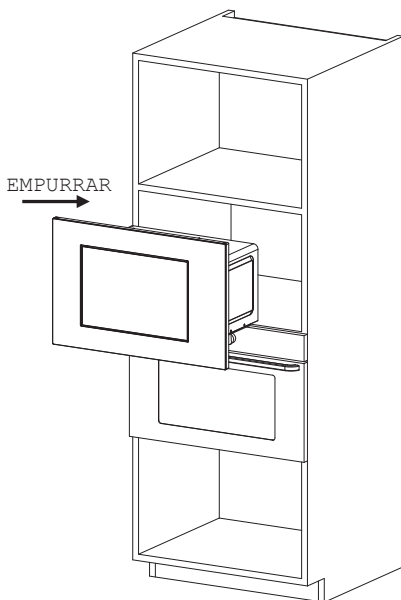

Fig. 1
② INSTALAÇÃO:
a) Coloque o forno micro-ondas no armário embutido e empurre-o para a frente até ao fim. (Fig. 1)